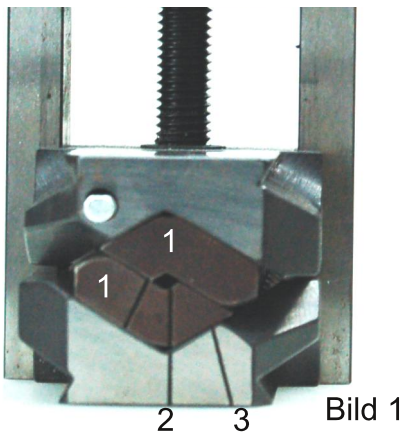

Bild 1
Einsetzen der Einsatzbacken: Spannbacken (1, Bild 1) so einlegen, dass die Markierungsstriche mit denen des Prismas übereinstimmen und die Zahlen auf den Einsatzbacken nicht sichtbar sind. Befestigungsschrauben (2) nicht zu stark anziehen.